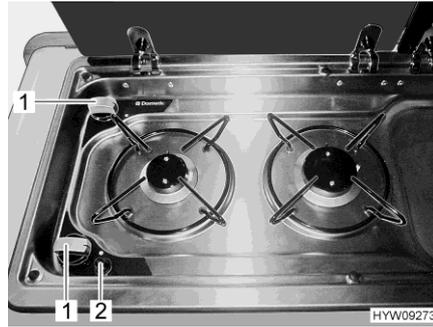

Bild 85 Gaskocher
- Drehregler (Bild 85,1) der gewünschten Brennstelle auf Zündposition (große Flamme) drehen.
- Drucktaster (Bild 85,2) drücken. Am Brenner wird ein Zündfunke erzeugt. Wenn erforderlich, Drucktaster mehrmals drücken.